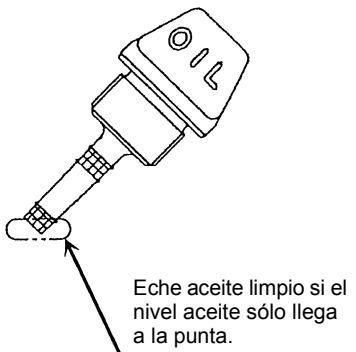
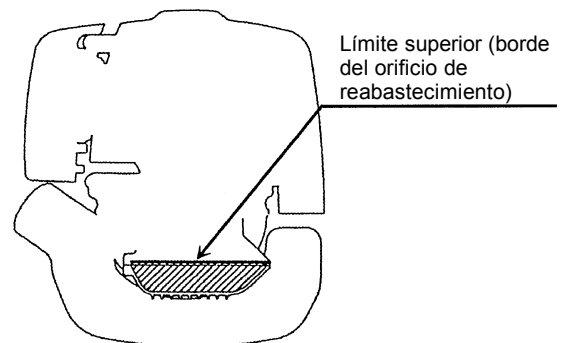

Fig.1
Fig.2
Cuando hay poco aceite, de modo que la bayoneta de nivel solamente toca el aceite con su punta, y especialmente cuando la bayoneta está insertada en el carter sin enroscar (Fig. 1), eche aceite por el orificio de reabastecimiento (Fig. 2).
(1) Coloque el motor en posición nivelada y saque la bayoneta de nivel de aceite.
(2) Eche aceite hasta el borde del orificio de reabastecimiento. (Consulte la Fig. 2 de la página anterior.)